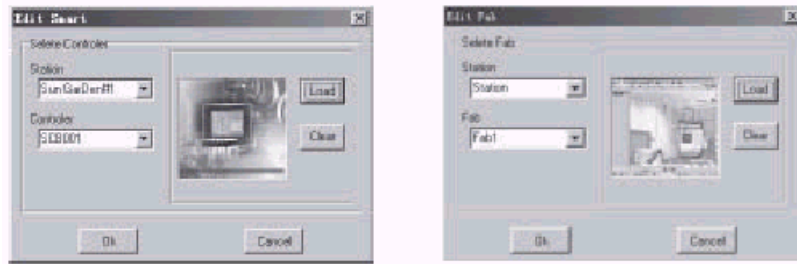

Fig. 4-32 Interfase de Inserción de FAB's
2. Apunte el gráfico del FAB correspondiente como en la Fig. 4-32 y haga clic en **Confirm**. Así quedará completa la inserción del Array Logic.